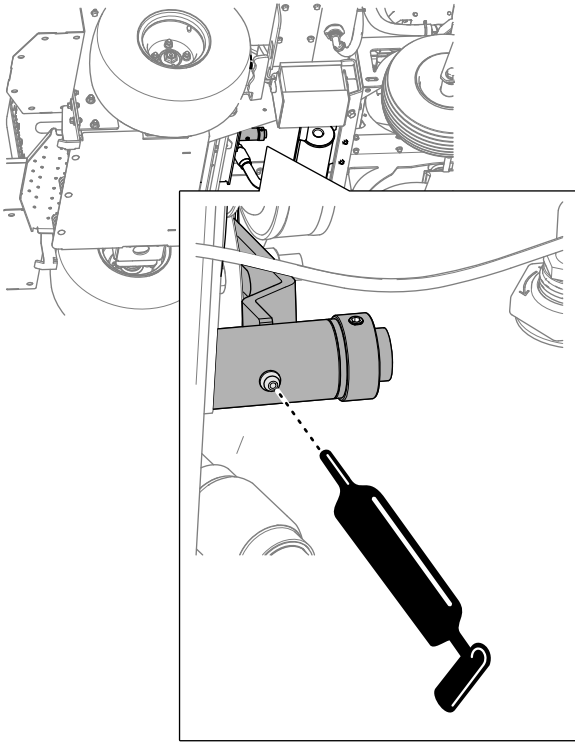

Figura 66
2. En la parte inferior de la máquina, limpie con un trapo los engrasadores del pivote tensor de la correa (Figura 66).
3. Conecte una pistola de engrasar a los engrasadores (Figura 66).